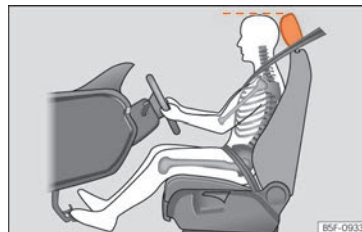

Fig. 88 Posición correcta del apoyacabezas del conductor.
- Ajuste longitudinalmente el asiento de forma que pueda pisar a fondo los pedales del freno, del embrague y del acelerador con las rodillas ligeramente dobladas »» **fig. 88.**